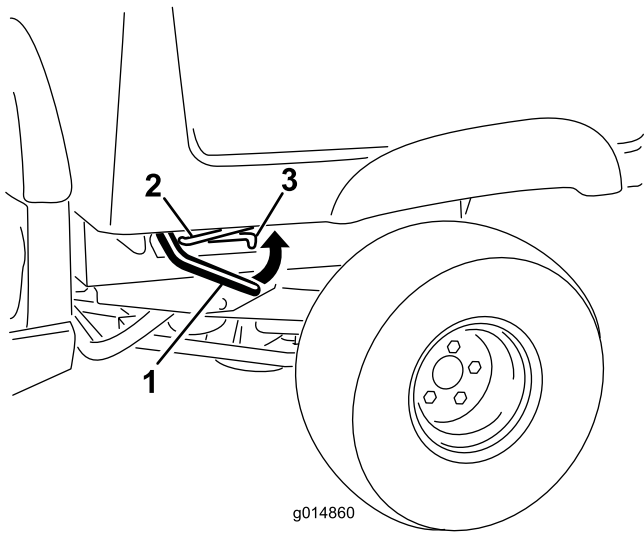

Figura 12
1. Com a alavanca em cada um dos lados, levante a caixa (Figura 12).
1. Levante ligeiramente a caixa de carga levantando a alavanca de bloqueio (Figura 12).